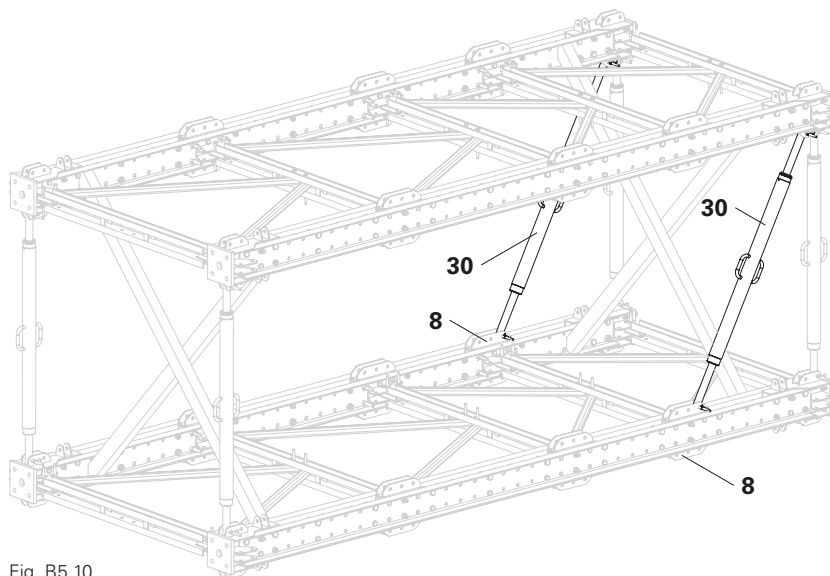

Fig. B5.10
1. Inserire il puntone di forza SLS (30) nell'attacco del piede di sostegno VST 48 (17).
2. Avvitare il puntone di forza SLS (30) con 1 perno da  $\varnothing$  21 mm (9) ciascuno all'attacco dell'impalcatura VST (8) e al corrente orizzontale VST 48 (17). (Fig. B5.10)